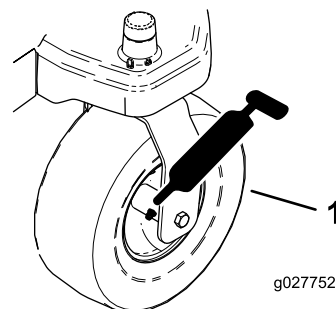
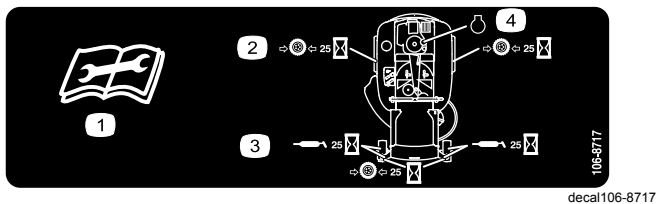

Figura 37
Figura 38
3. Limpe os encaixes de lubrificação (Figura 37 e Figura 38) com um trapo.
4. Ligue uma pistola de lubrificação ao encaixe (Figura 37 e Figura 38).